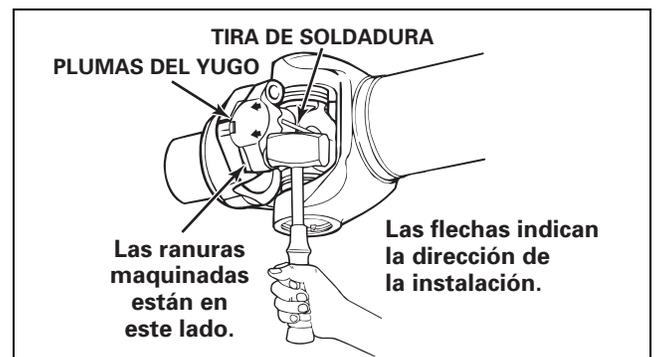

Figura 17
1. Revise que la junta universal quede bien asentada en el yugo del extremo antes de insertar los tornillos prisioneros. Figura 17.